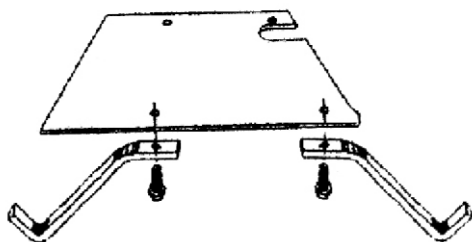

Fig. 5
- Assemblare la piastra di fondazione come da fig.5